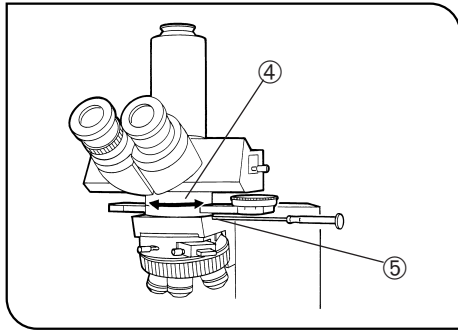

Fig. 20
4. Desserrer légèrement la vis de blocage de l'adaptateur intermédiaire ⑤. (Fig. 20)
5. Tout en surveillant le champ d'observation, tourner l'accessoire intermédiaire pour observation orthoscopique (U-OPA) ④ pour obtenir une fermeture totale. À cette position, serrer la vis de blocage de l'adaptateur intermédiaire ⑤. (Fig. 20)